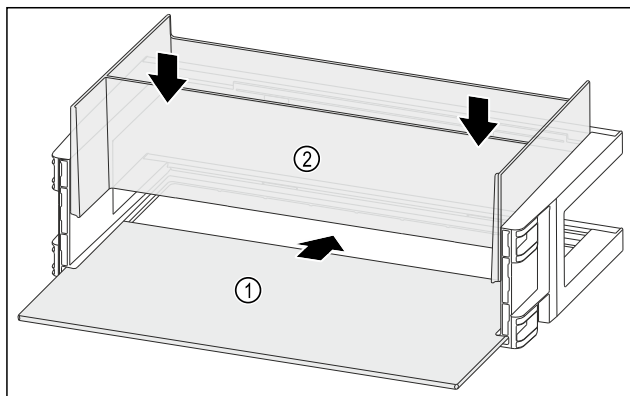

Fig. 124
- Вкарайте рафта Fig. 124 (1) в страничните прорези.
- Поставете органайзера Fig. 124 (2).